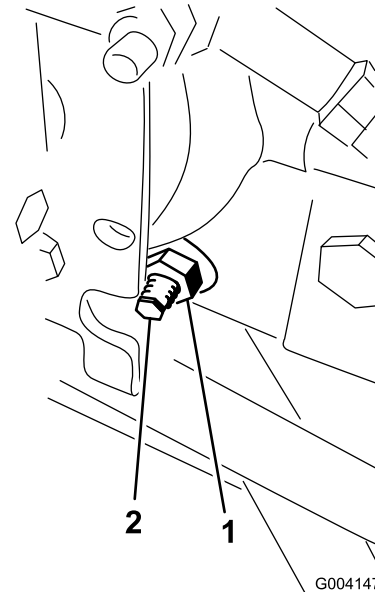

Figura 56
3. En el lado derecho del hidrostato, afloje la contratuerca de la leva de ajuste de tracción (Figura 56).